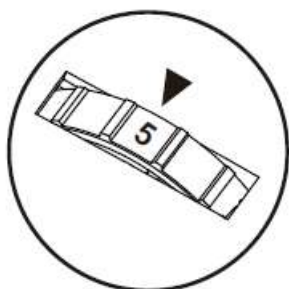

FIG. 8
3. Odkręć zawór odpowietrzający (15), aż całe powietrze ujdzie. Nie wykręcaj go całkowicie. Powinieneś zobaczyć wyciekający stały smar.
4. Wybierz natężenie przepływu, regulując pokrętkę regulacji prędkości (4). Po ustawieniu odpowiedniej prędkości, od 1 do 5, usłyszysz dźwięk kliknięcia (rys. 8).